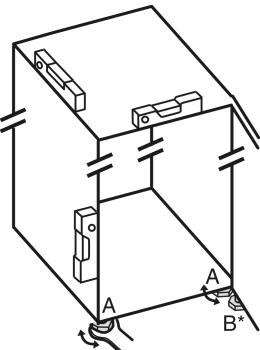

Fig. 4
- Выкрутите регулируемые опоры Fig. 4 (A) при помощи входящего в комплект поставки рожкового ключа и, используя уровень, выставьте устройство прочно и ровно по горизонтали.
- Выверните регулируемую опору Fig. 4 (B) на нижнем опорном кронштейне при помощи входящего в комплект поставки рожкового ключа до ее соприкосновения с полом.
- Поверните регулируемую опору Fig. 4 (B) еще на 90°.